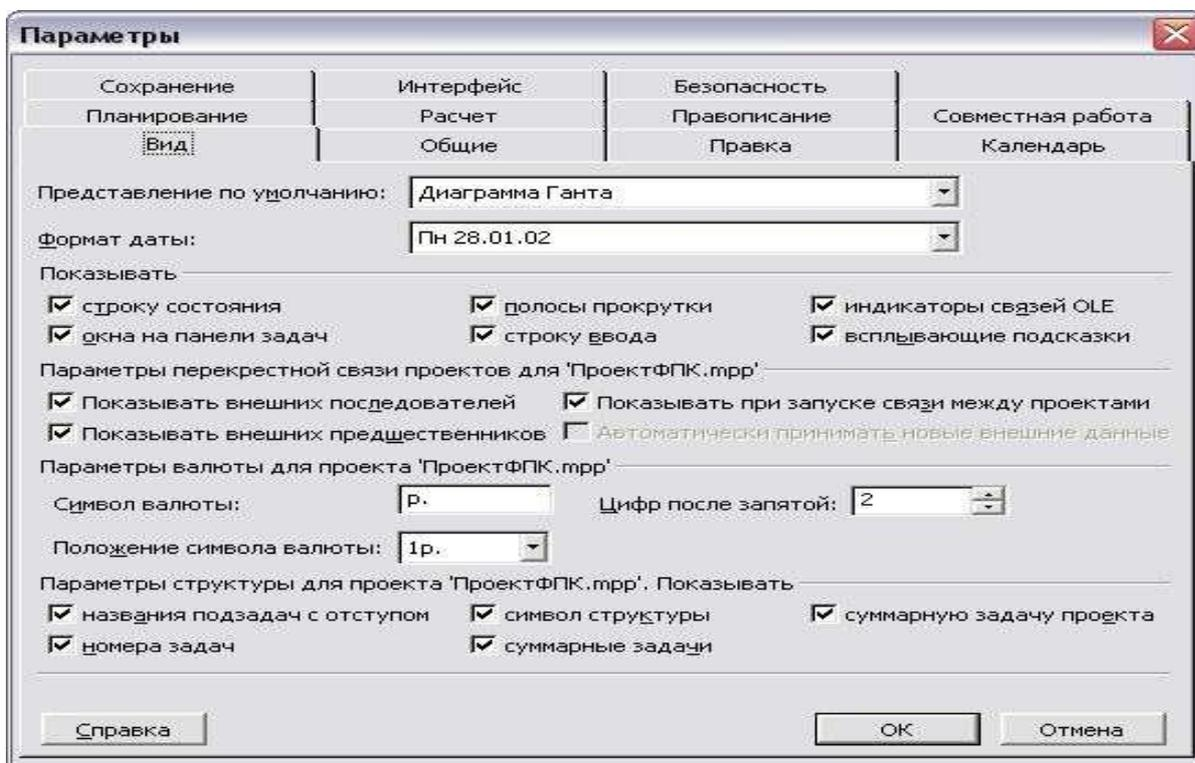

Рис.8. Вкладка *Вид* диалогового окна **Параметры**.
3. Перейти на вкладку **Вид (Сервис - Параметры – Вид)**. Здесь устанавливаются параметры для управления основными элементами окна. Project (рис. 8) Обязательно установите флажок у опции *Номера задач* (программа будет сама проставлять номера и считать задачи), а